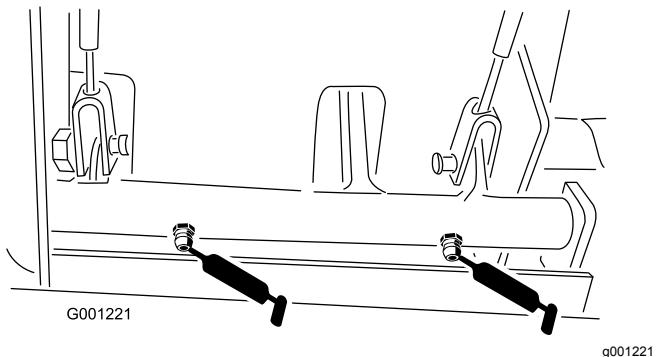

**Bild 35**
- Drehbüchsen des Hubarms (Bild 35)